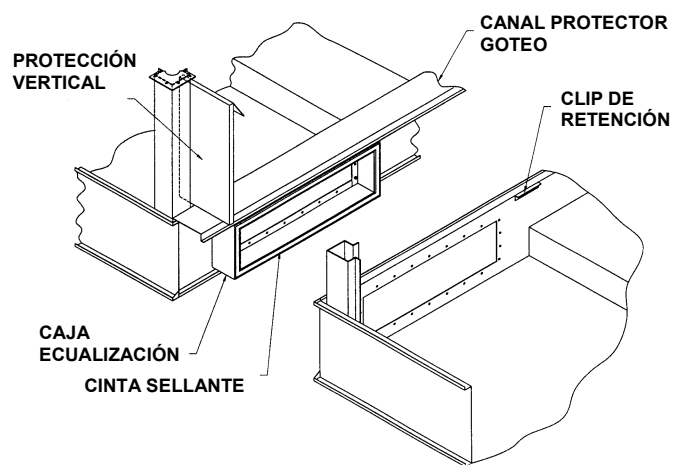

Figura 3 - Ensamblaje Caja de Ecualización
2. Limpiar la brida de conexión de la otra bandeja de la caja de ecualización. Aplicar una capa de cinta sellante sobre la brida centrándola entre los taladros y el borde exterior. Retirar el papel protector que viene pegado a la cinta sellante. (Ver la Figura 3)
9. Situar la protección contra salpicaduras vertical entre los soportes verticales de las bandejas. Fijar la protección mediante los tornillos de 8 mm autorroscantes. Para unidades de acero inoxidable, usar tornillos y tuercas de acero inoxidable de 6 mm. (Ver figura 3).